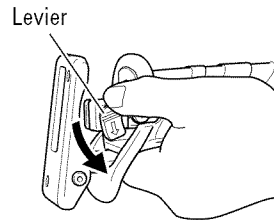

Fig. 3
- (2) Pousser le levier dans le sens de la flèche, indiqué sur la Fig. 3, marquée sur le levier.
- (2) Après avoir poussé le levier dans le sens de la flèche de la Fig. 3, tourner la lame de façon qu'elle soit orientée vers le bas. La lame doit tomber sous l'effet de son propre poids. Si la lame ne tombe pas, tirer dessus avec la main.